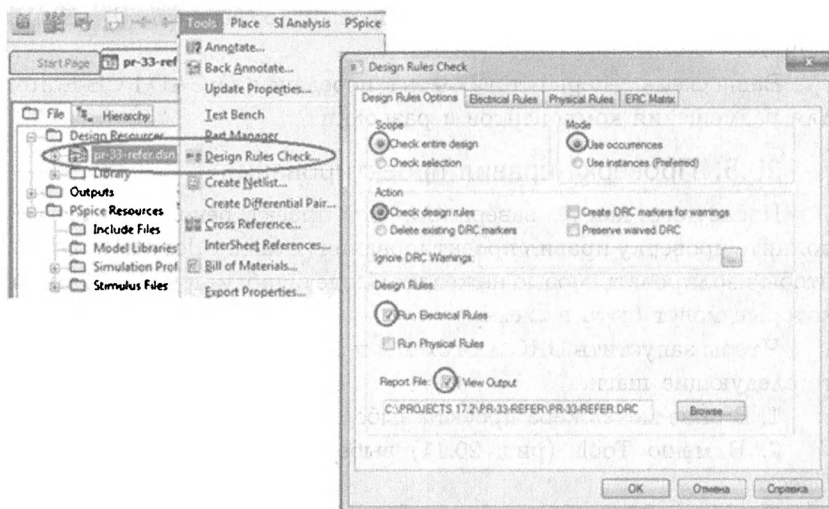

Рис. 20.12. Установка проверки правил проектирования
3. В диалоговом окне DRC вкладка Design Rules Check выбирается по умолчанию. Укажите свои предпочтения (рис. 20.12).